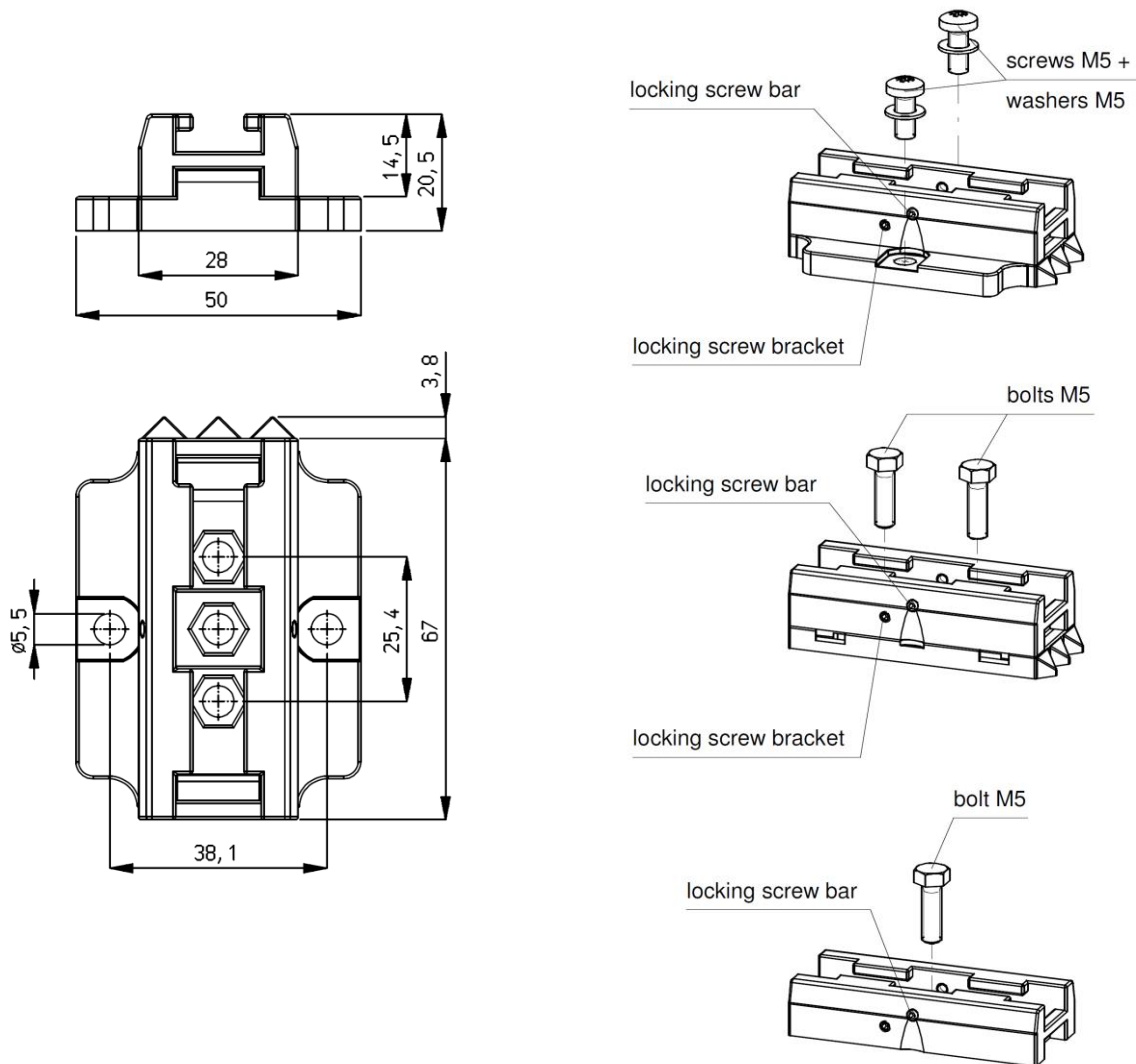

Abbildung 7: Maße Montagebügel und Befestigungsmöglichkeiten
- Montieren Sie die Montagefüße (1) auf die Maschine, die Dreiecke (2) zeigen in dieselbe Richtung. Verwenden Sie hierfür passendes M5-Montagematerial (3).
- Schieben Sie die Bügel (4) auf den Sensor (5). Achten Sie auf einen gleichen Abstand zwischen Bügeln (4) und Montagefuß (1) und arretieren Sie den Bügel (2) mit einer Stellschraube (6).
- Arretieren Sie den Sensor in den Montagefüßen, indem Sie die zwei Stellschrauben (7) in die Bügel drehen. Bei mehr als zwei Bügeln müssen lediglich die zwei äußersten Bügel arretiert werden.
- Schrauben Sie die Stellschrauben (Nr. 7) aus den Bügeln heraus (siehe Abbildung 7).